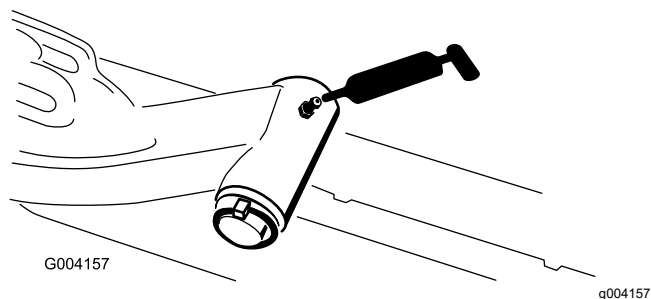

Рисунок 32
- Ось поворота подъемного рычага (по 1 шт.) —Рисунок 32